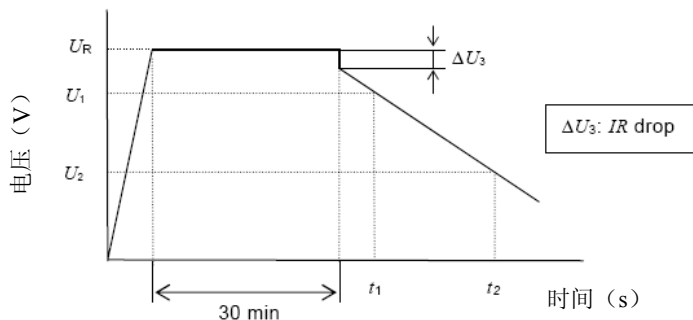

图2 电容器的端电压特性
(3) 测量方法measuring method
- ⊙ 测量电容器两端电压从 U_1 到 U_2 的时间 t_1 和 t_2 ，如图2所示，根据下列等式计算电容量值：